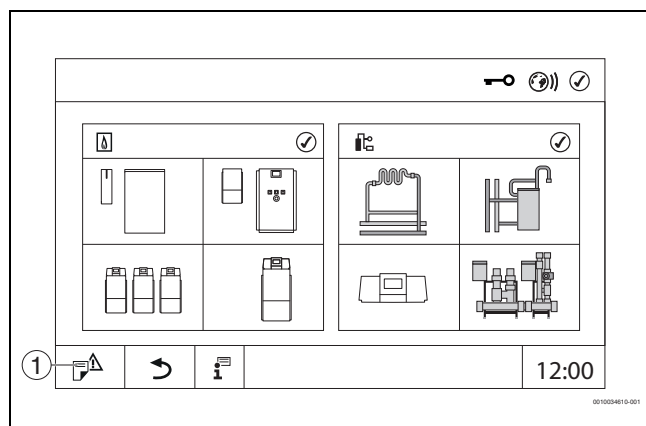

Рис. 18 Вызов сервисного меню (пример)
- Нажмите символ (→ рис. 18, [1]) и удерживайте его в течение ок. 5 секунд.